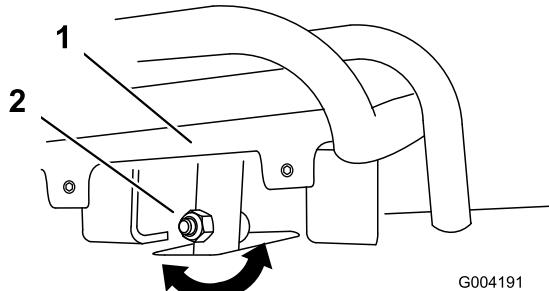
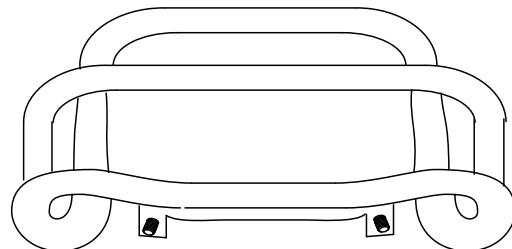

Bild 54
Bild 55
4. Wenn die Vorderseite des Fahrantriebs nicht bündig und gleichmäßig am Anschlagbügel bleibt, lösen Sie die Mutter im Schaft des Fahrantriebs (Bild 54).
5. Stellen Sie den Fahrantrieb so ein, dass er bündig am Anschlagbügel bleibt, wenn er gerade nach hinten gezogen wird (Bild 54 und Bild 55).
- C. Lösen Sie die Bundmutter und die Schraube im Fahrantriebsschaft (Bild 54).
- I. Stellen Sie den Fahrantrieb so ein, dass er bündig am Anschlagbügel bleibt, wenn er gerade nach hinten gezogen wird (Bild 54 und Bild 55).